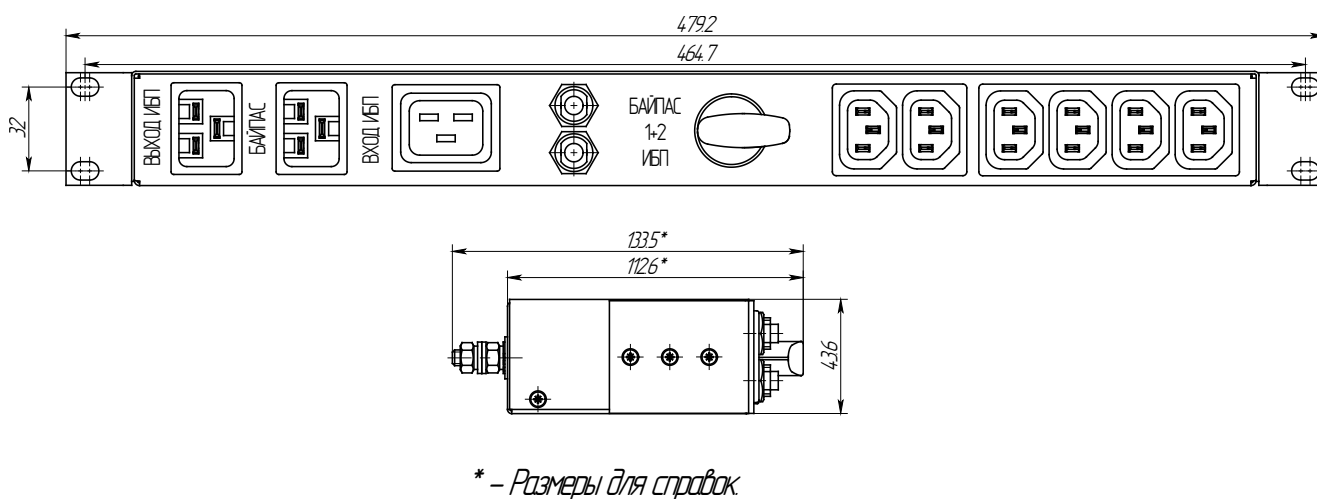

Рисунок 1. Габаритно-присоединительные размеры изделия
2.4.2 Крепежные винты пропускаются через отверстия в углах несущей конструкции изделия (см. рисунок 1).